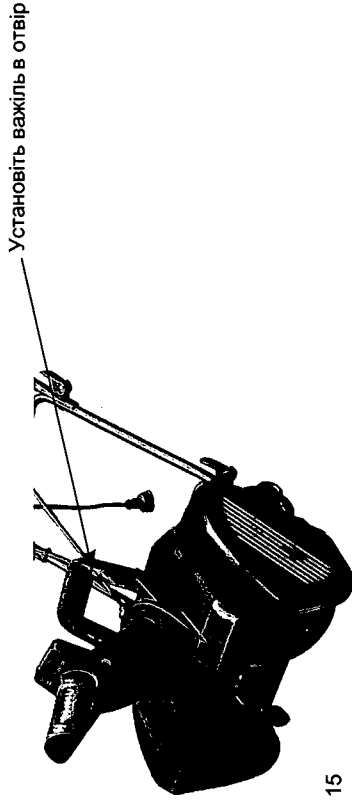

Рис. 15
5. Установіть нижню частину важеля керування поворотами жолоба (важеля зміни напрямку викидання снігу) в отвір для цього важеля (рис. 15).